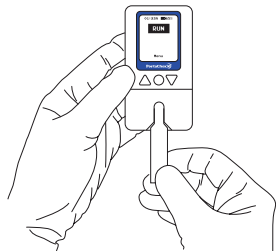

Fig. 2
2. Cuando aparezca “RUN” en la pantalla, inserte la tira reactiva PortaSCC®. El pocillo de la muestra debe estar orientado hacia abajo (Fig. 2).